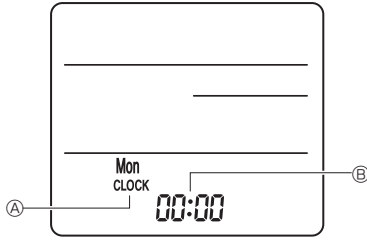

Fig. 6-8
3) การตั้งค่า (การตั้งนาฬิกา) (Fig. 6-8)
① โสแบคเตอร์หรือกดปุ่ม ● CLOCK ด้วยวัสดุปลายแหลม